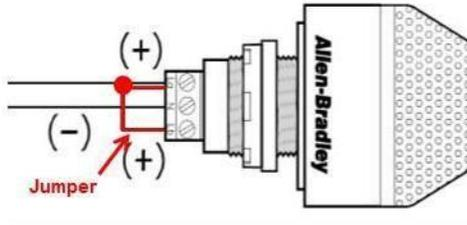

Figura 10-13 RSL jumper wiring
- A. Ser montado sobre el ROBOT tal que sea facil de verlo hasta tres (3) ft. (~ 100 cm) de distancia del ROBOT,
- C. Soldado para operación de luz sólida, tras posicionar un cable entre las terminales “La” y “Lb” en la luz según Figura 10-13.